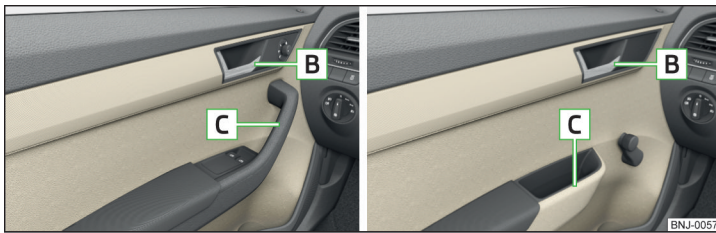

Fig. 47 Maneta pentru deschiderea portierei - Varianta 1/varianta 2
- Pentru **deschiderea din interior**, trageți de maneta de deschidere a portierei **B** » fig. 47 și împingeți portiera.